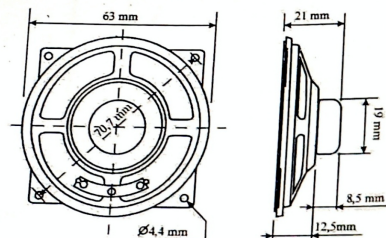

Рис.4. Громкоговоритель
7.3 Подключить громкоговоритель к разъему XT9. Внешний вид и габаритные размеры громкоговорителя показаны на рис.4.